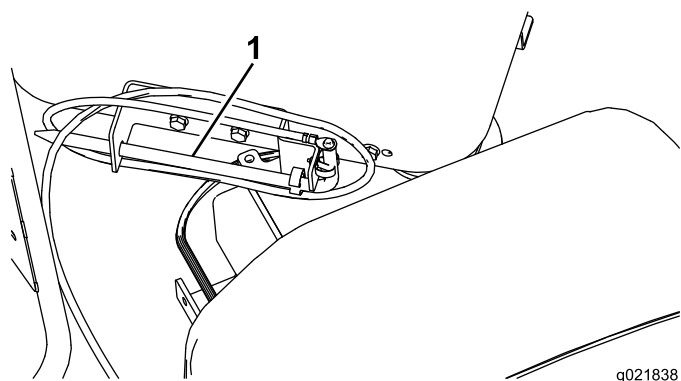

Рисунок 78
- 1. Удалите стойку заземления с держателя на стороне платформы оператора (Рисунок 78).
2. Переведите буровую каретку полностью вниз в буровую раму и произведите распыление состава для резьбы на резьбовую поверхность шпинделя, затем верните буровую каретку в верхнюю часть рамы (Рисунок 78).